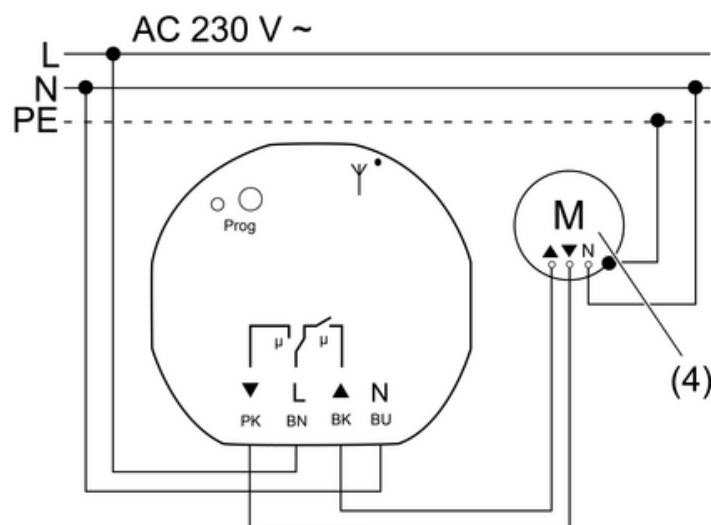

Figura 3: Plano de conexión
- Conectar el actuador de persianas según plano de conexiones (figura 3) con bornes de conexión (véase Utilización de bornes de conexión) y conectarlo con el motor de persianas enrollables o con el de celosías (4).